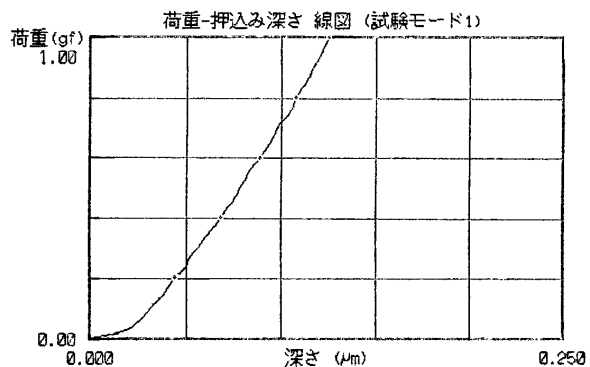

図2
1) 3点測定した結果の平均値を表1に、荷重 押し込み深さ線図を図2に示します。